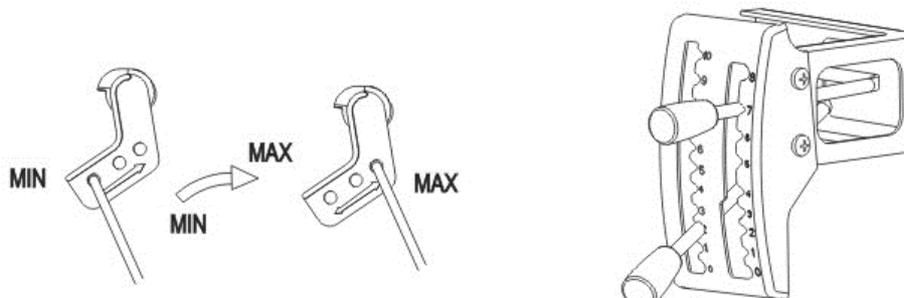

Fig.12
- 2) Polvo. Para regular la velocidad de descarga se cambia la posición de la barra en los huecos del soporte.. Ver fig. 12.